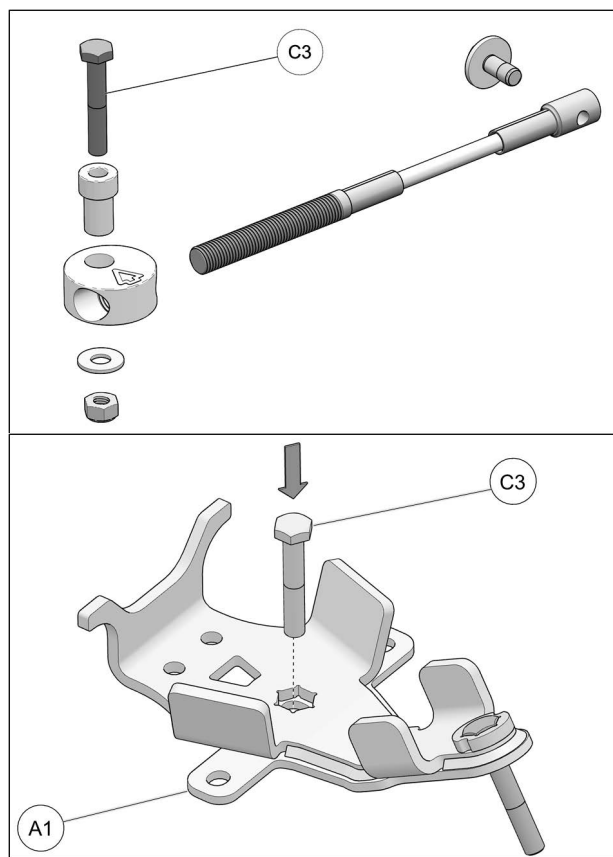

Fig. 14
5. Insérer le boulon M10x60 mm (**C3**) de l'ensemble de limiteur de conduite aux ancrages avant (**A1**) comme montré à la Fig. 14